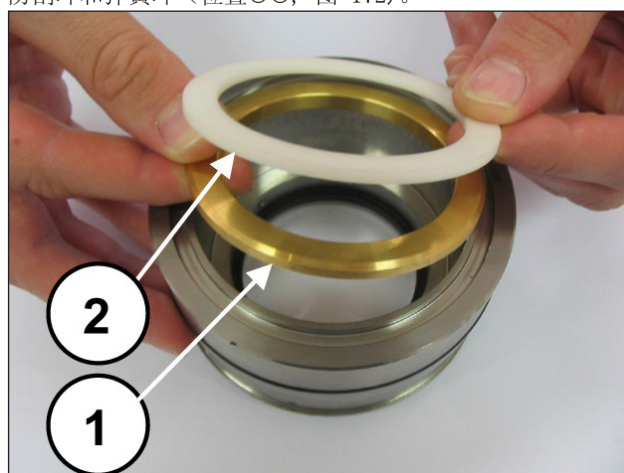
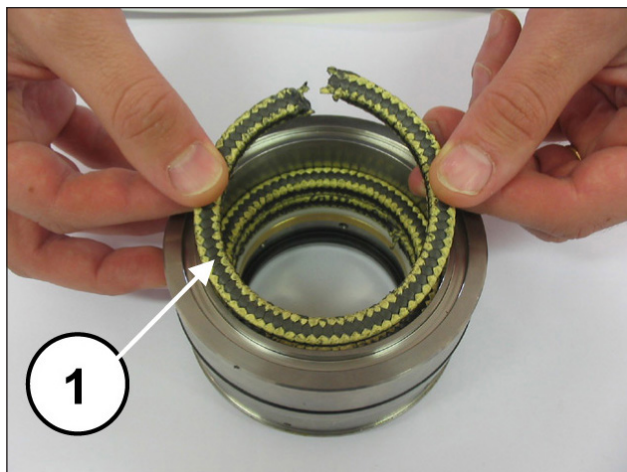
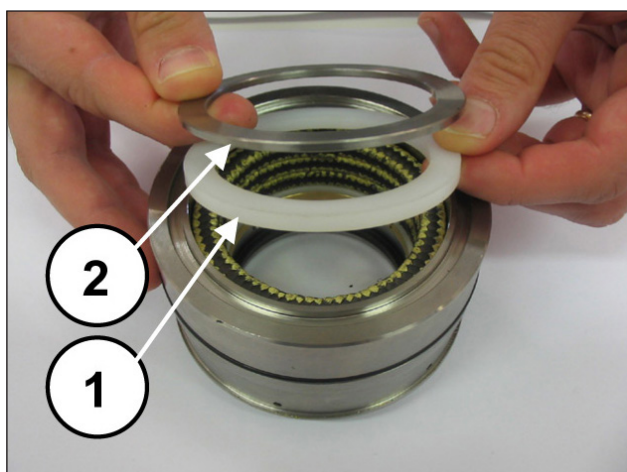

图 170
图 171
图 172
安装支撑环和防挤压环（位置①②，图 170）、三个护套（注意确保护套（位置①，图 171）相互之间成120°角）、护套防刮环和弹簧环（位置①②，图 172）。